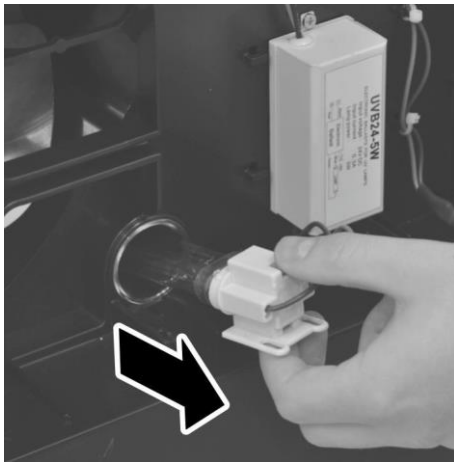

Abb. 34: UV-Lampe herausziehen
4. → Lampenfassung vorsichtig nach hinten herausziehen (Abb. 34).